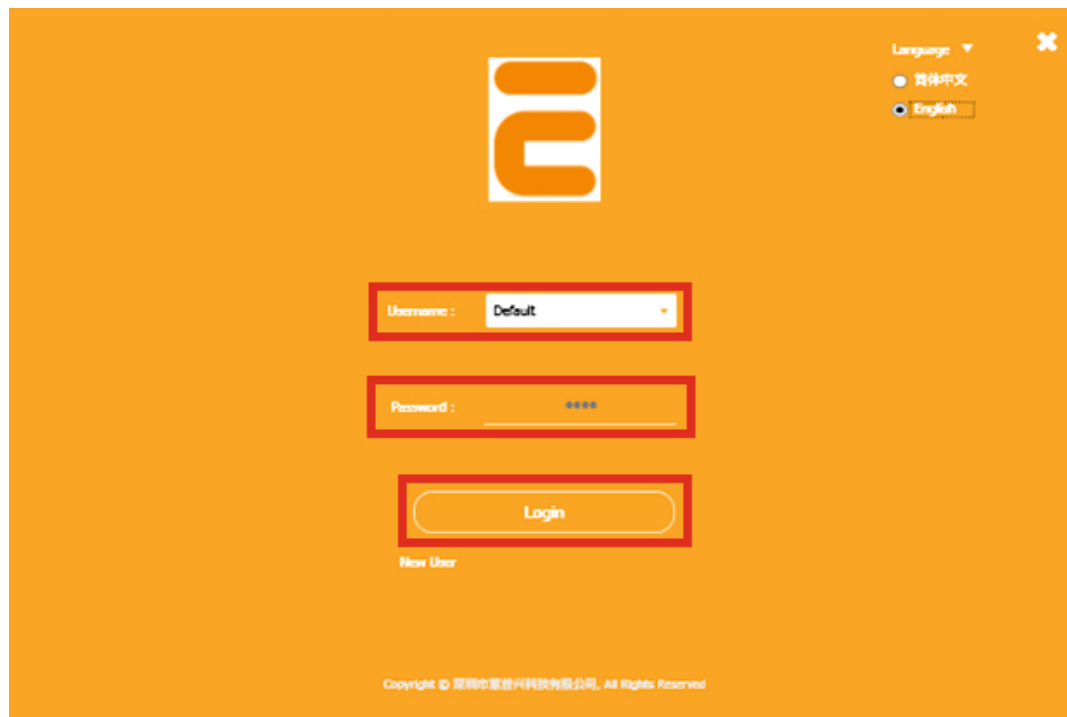

Рис. 5
3. Нажмите кнопку «Login» (Рис.5).